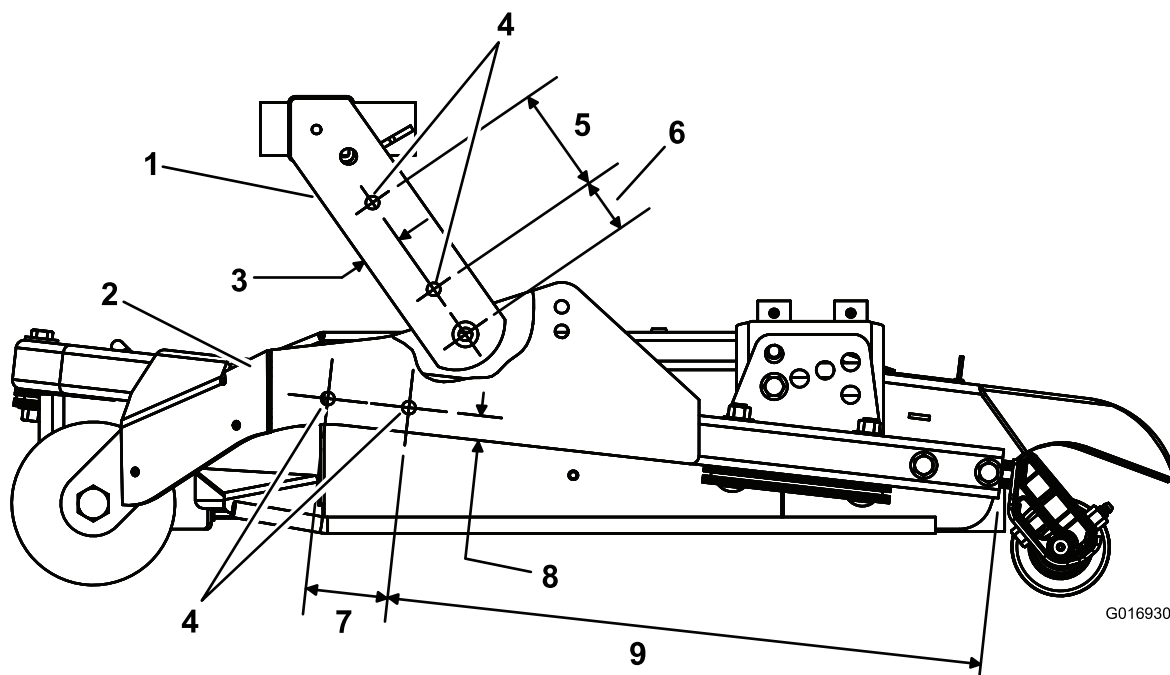

Figure 1
1. Percez 2 trous (10 mm de diamètre) dans le bâti porteur aux emplacements indiqués à la Figure 1.
2. Percez 2 trous (10mm de diamètre) dans le cadre du plateau aux emplacements indiqués à la Figure 1.